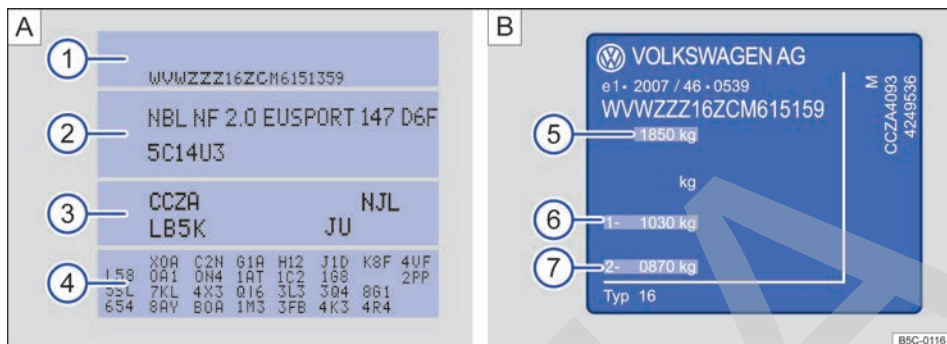

Fig. 248 Adhesivo portadatos [A] y placa de modelo [B].
El adhesivo portadatos del vehículo → fig. 248 [A] va pegado en el lado interior de la cubierta del manual de instrucciones y en el maletero, en la zona de la cavidad de la rueda de repuesto. En él figuran los siguientes datos:
- ① Número de identificación del vehículo (número de bastidor)
- ② Tipo de vehículo, potencia del motor y caja de cambios
- ③ Letras distintivas del motor y del cambio, referencia de la pintura, equipamiento interior. En el ejemplo, las letras distintivas del motor son "CCZA" → fig. 248.
- ④ Equipamientos opcionales, números PR
La placa de modelo → fig. 248 [B] se encuentra en la parte inferior del montante de la puerta del conductor. Se ve abriendo esta puerta. Los vehículos destinados a determinados países no llevan placa de modelo.